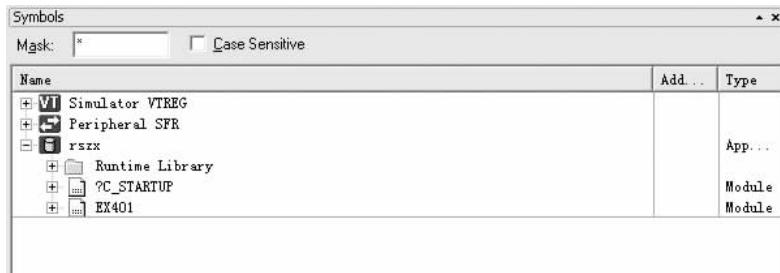

图 2-14 符号窗口
(7) 符号窗口。View 菜单中的 Symbol Window 选项用于符号窗口的显示/隐藏切换,选择该选项,弹出如图 2-14 所示符号窗口,窗口中显示的是当前程序中的各种符号。在 Mask 文本框中输入希望显示的符号名,对应的符号信息将立即显示在窗口中,选中 Case Sensitive 复选框可区分大小写。